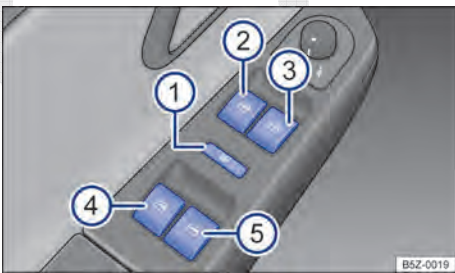

Fig. 33 Na porta do condutor: teclas dos vidros elétricos dianteiros.
Legenda para ⇒ Fig. 33:
A tecla de segurança ⇒ Fig. 33 ① desativa as teclas dos vidros elétricos nas portas traseiras. Com isso, a luz de controle amarela na tecla se acende.